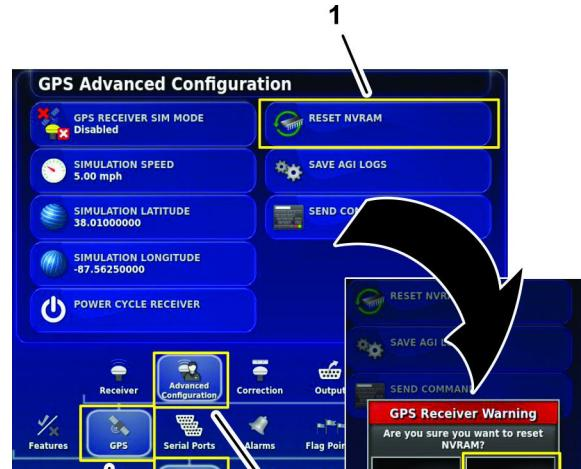

Figura 127
2. En la pantalla Configuración avanzada del GPS, pulse el ícono REINICIAR NVRAM (Figura 127).
3. En el cuadro de diálogo Advertencia recepción GPS, pulse el ícono Sí (Figura 127).
1. En la pantalla Configuración, pulse el ícono SISTEMA, el ícono GPS y el ícono CONFIGURACIÓN AVANZADA (Figura 127).